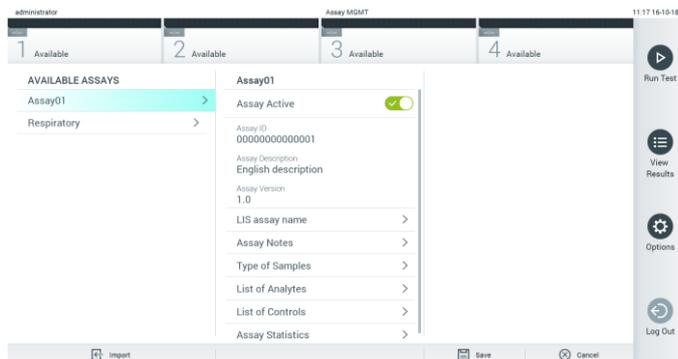

Figura 56. Activación del ensayo.
7. El ensayo quedará activo al pulsar el botón Assay Active (Ensayo activo; figura 56).